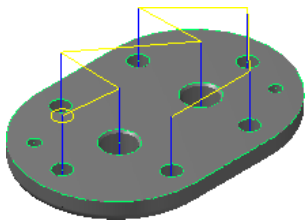

图 16.14 刀具路径
(1) 在“2D 刀具路径 - 钻孔/全圆铣削 深孔钻-无啄孔”对话框的左侧节点列表中，单击 **共同参数** 节点，在 **深度...** 文本框中输入值-13.0。
(2) 在“2D 刀具路径 - 钻孔/全圆铣削 深孔钻-无啄孔”对话框的左侧节点列表中，单击 **刀具补偿** 节点，选中 ☒ **刀具补偿** 复选框，在 **贯穿距离** 文本框中输入值 0.0。
(3) 单击“2D 刀具路径 - 钻孔/全圆铣削 深孔钻-无啄孔”对话框中的  按钮，完成加工参数的设置，此时系统将自动生成图 16.14 所示的刀具路径。